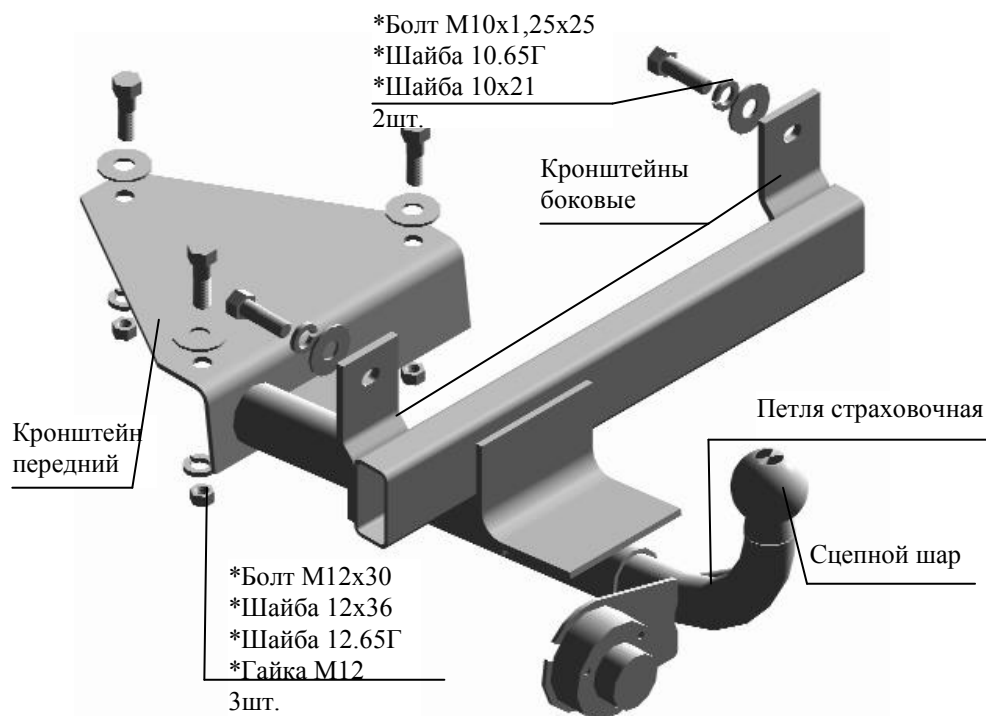

Рис.1 Тягово-сцепное устройство ТСУ 1119
2.1 ТСУ 1119 в сборе (рис.1)	1 шт.
2.2 Пакет с комплектующими (см. рис.1)	1 шт.